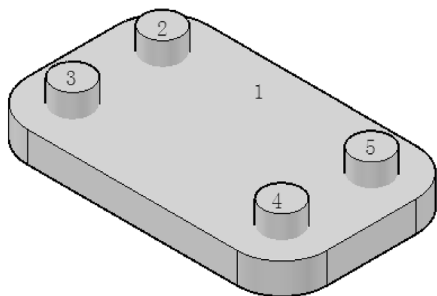

图 10-4 原始实体模型
- 1) 打开本书配套光盘中的“差集运算.dwg”文件，存在着独立的实体模型，如图 10-4 所示。